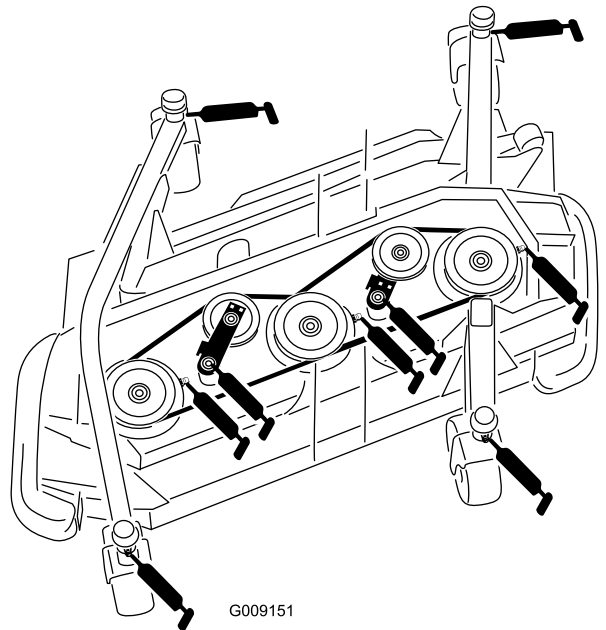

Bild 55
- Laufradgabel-Büchsen (4) (Bild 55)
- Spindelwellenlager (3) (am Spindelgehäuse) (Bild 55)
- Spannarm-Drehbüchsen (2) (an Spannarm-Drehwelle) (Bild 55)